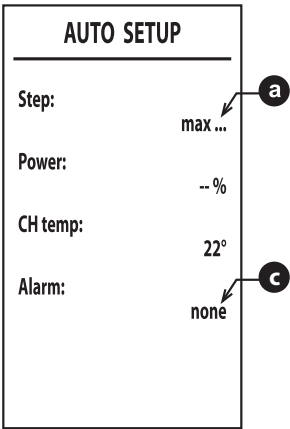

fig. 45 -
6. Después del encendido, el quemador se posiciona a las distintas potencias (máx, med, mín) indicadas por el punto  ("fig. 45 -").
8. Si la secuencia de encendido descrita en el punto "6" no se ha realizado correctamente, aparece el mensaje máx_err en el punto  y un código de error en el punto  ("fig. 45 -").